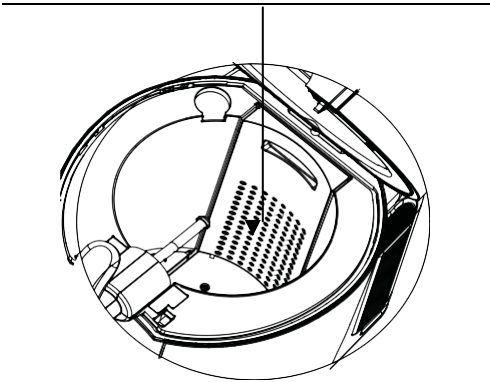

Figura 5
5. El dispensador enfriador de cerveza no puede funcionar sin agua. Para lograr el mejor rendimiento, coloque 800 ml de agua o llene hasta la línea máx. en la cavidad de refrigeración (Figura 5).